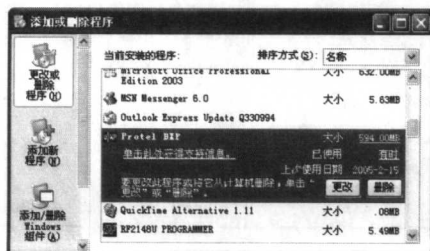

图 1-11 Protel DXP 在控制面板中的显示
►步骤 1: 单击“开始/设置/控制面板”命令, 在“控制面板”窗口中双击“添加或删除程序”项, 操作系统将弹出“添加或删除程序”对话框, 单击 Protel DXP 应用程序图标, 如图 1-11 所示。